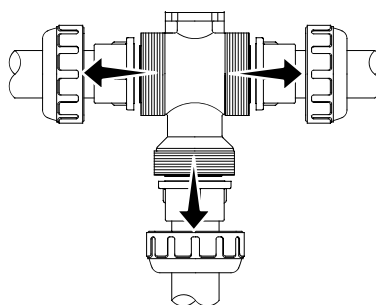

図 9.1-2
- 4) 3か所のキャップナットをベルトレンチでゆるめます (図 9.1-2)。